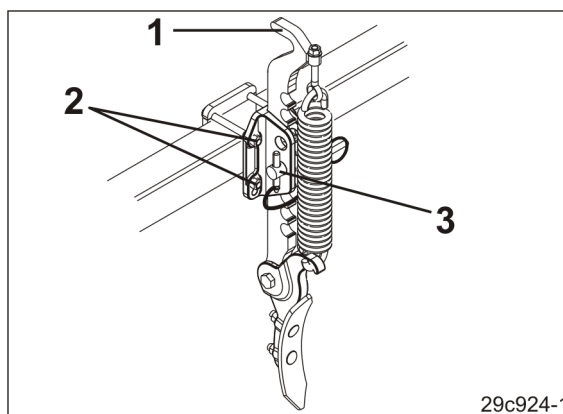

Fig. 184
1. Segure o eliminador de sulcos da roda do trator no punho (Fig. 184/1).
2. Solte os parafusos (Fig. 184/2) e regular o eliminador de sulcos da roda do trator na horizontal.
3. Aperte bem os parafusos (Fig. 184/2).
2. Solte a cavilha (Fig. 184/3) e regule o eliminador de sulcos da roda do trator na vertical.
3. Após regulação bem sucedida, fixe a cavilha (Fig. 184/3) com uma chaveta.